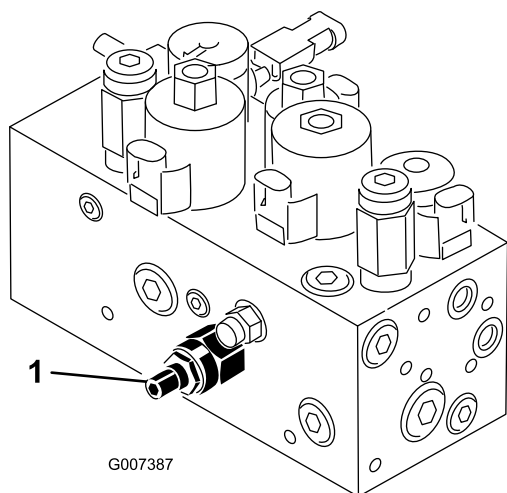

Figure 46
Le circuit de levage/abaissement des unités de coupe de cette machine est muni d'un régulateur de débit (Figure 46). Celui-ci est ouvert en usine d'environ 3 tours. Cependant, un réglage est parfois nécessaire pour compenser les différences de températures de liquide hydraulique, de vitesses de tonte, etc.
1. Soulevez le siège et trouvez le régulateur de débit du cadre de traction central (Figure 46) situé sur le côté du collecteur hydraulique.